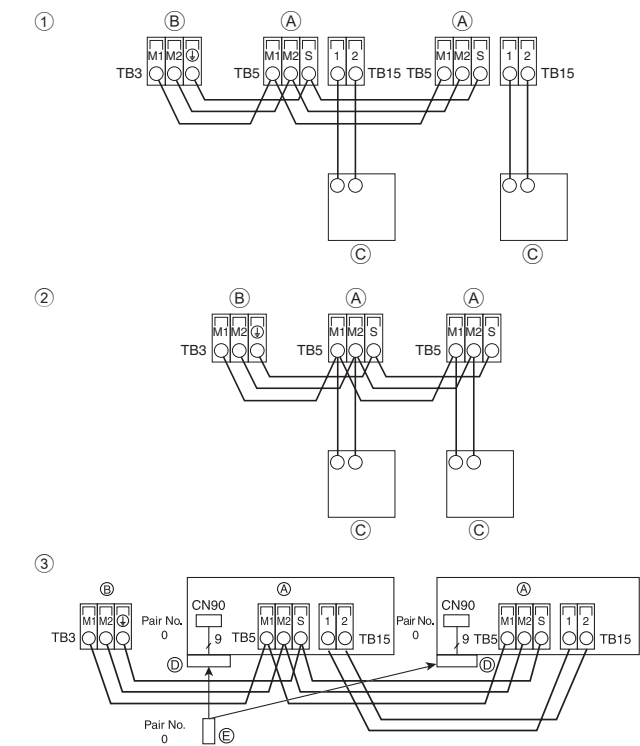

Fig. 6-3
6.4. Collegamento del comando a distanza e dei cavi di trasmissione delle sezioni interne ed esterne (Fig. 6-3)
- ① Comando a distanza MA
- ② Comando a distanza in rete
- ③ Telecomando senza fili (se si installa il ricevitore del segnale wireless)